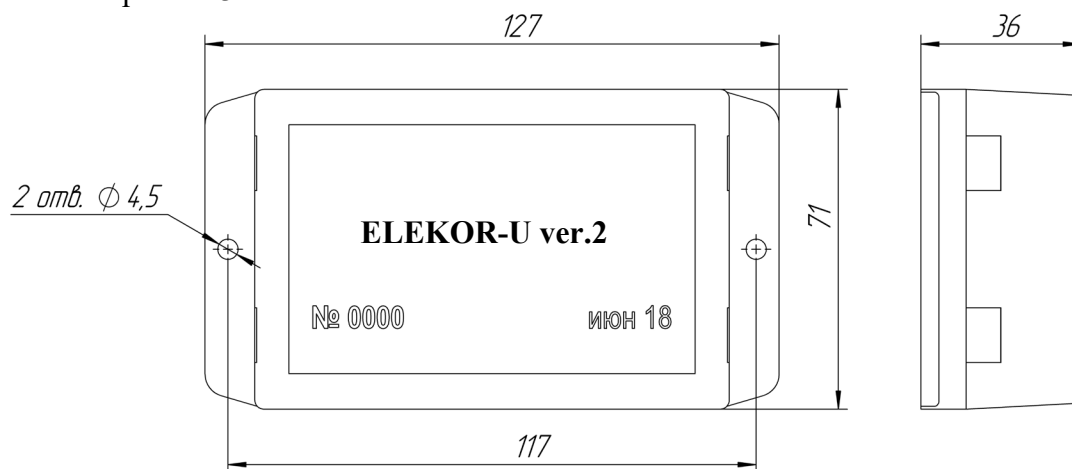
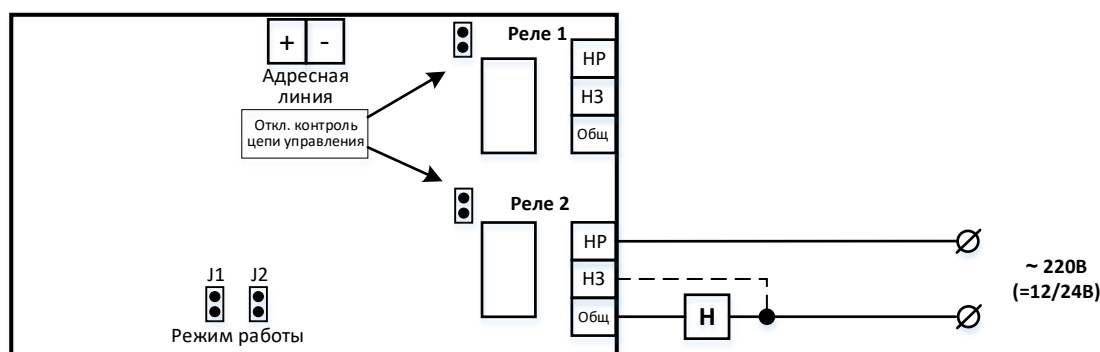

Рис.1. Габаритные и установочные размеры ELEKOR-U ver.2.
Рис.2. Расположение клемм и органов управления ELEKOR-U ver.2. Схема подключения нормально-выключенной нагрузки.
Установка режимов работы реле производится с помощью 2-х джамперов "Режим работы". Джампер J1 управляет режимом работы реле 1, джампер J2 - реле 2. Установленный джампер соответствует импульсному режиму работы, снятый – постоянному (см. Таблицу 2 и рис.2).
1.8. Каждое реле модуля имеет джампер отключения контроля цепи управления (см рис.2), что необходимо для проведения пусконаладки при отсутствии напряжения питания нагрузки, а также для поиска неисправностей в цепях управления (раздел 3). При установленном джампере контроль цепи управления отключен.
2.1.2. Габаритные и установочные размеры модуля показаны на рис.1, принципиальные схемы подключения – на рис.2 - 3.
<ol style="list-style-type: none"> <li>1. Не разрешается подключать адресные входы модуля к посторонним источникам тока.</li> <li>2. Напряжение нагрузки разрешается подавать не ранее, чем через 20сек после первого включения модуля, т.к. после транспортировки положение контактов реле может отличаться от указанного на рис.2,3.</li> </ol>